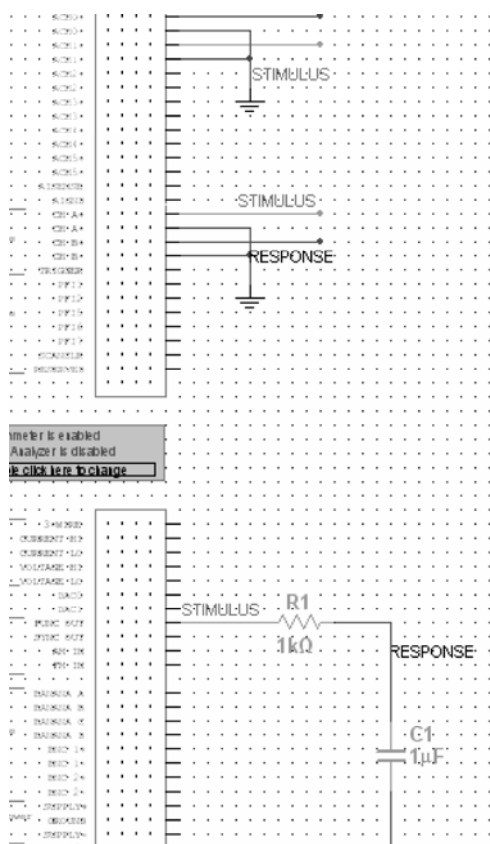
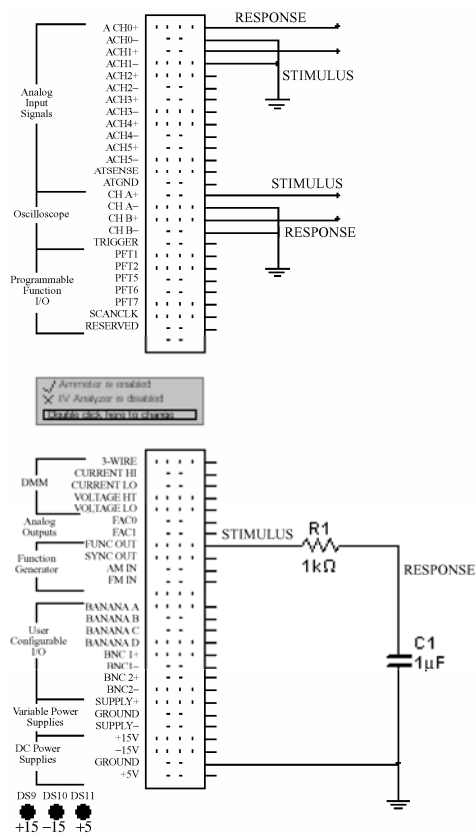
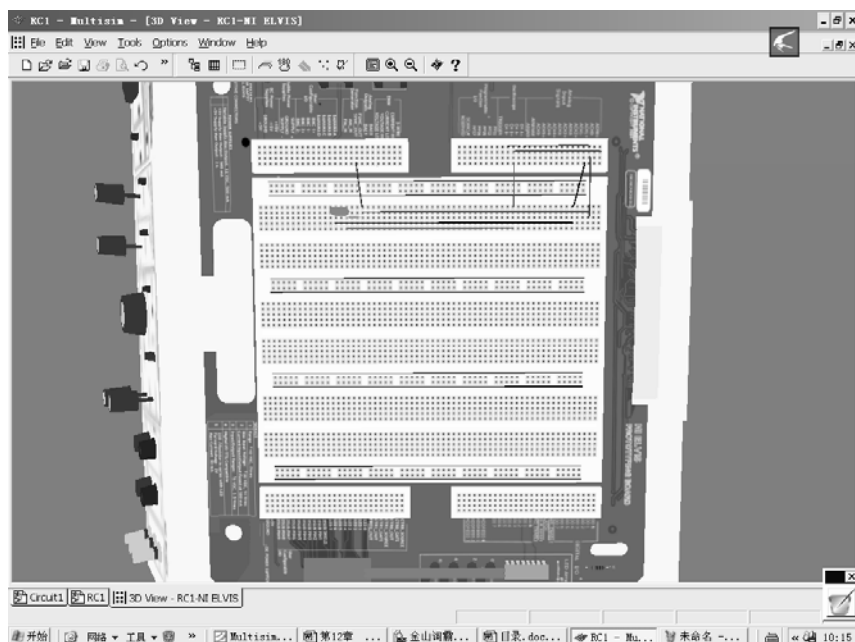

图 11-20 3D VIEW 操作对 Schematic 图反馈
图 11-21 完成整体电路后的反馈
图 11-22 在 3D 原型板完成低通滤波器电路搭接后全貌
2) 被放置到 3D VIEW 原型界面上黑色或蓝色元器件在 Virtual ELVIS I Schematic 变成了绿色，若电路原理图中元器件引脚之间连线也用导线连接上，那么 Virtual ELVIS I Schematic 图中引脚之间红色连线，也变成了绿色。这说明在 3D VIEW 原型界面上操作，在 Virtual ELVIS I Schematic 有反馈，如图 11-20 所示在 3D VIEW 原型板操作对 Virtual ELVIS I Schematic 图反馈。如图 11-22 所示是在 3D 原型板上完成低通滤波器电路搭接后的全貌，而如图 11-21 是在 3D 原型板上完成了整体电路搭接后在 Schematic 图上的反馈。